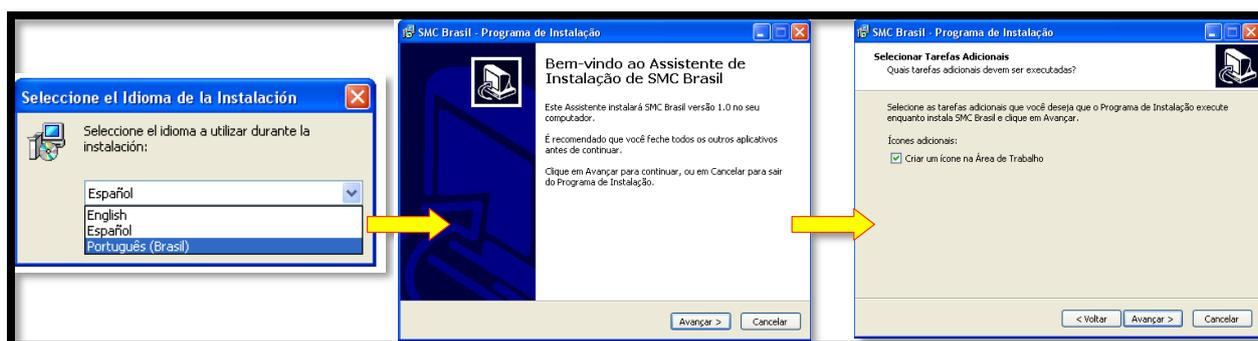
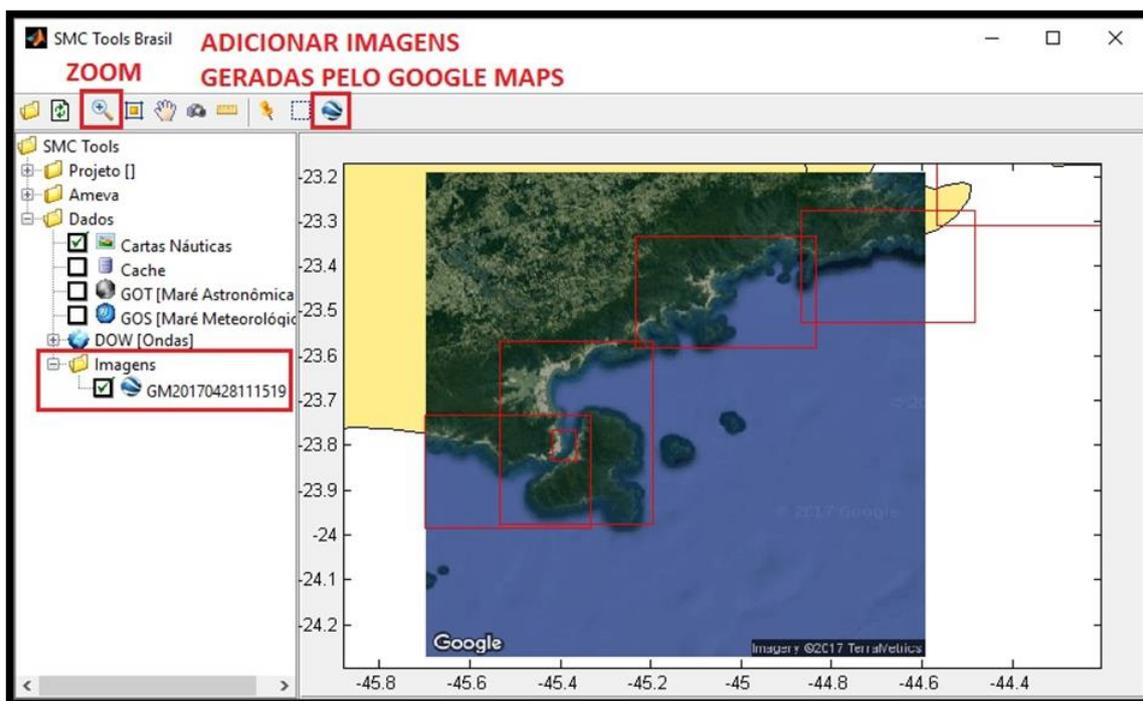

Figura 5 – Seguir as indicações para a instalação.
Figura 3 – Manejo das ferramentas: *Zoom* e *Imagens*. Subpasta *Imagens*.
A seguir aparece uma janela para selecionar o idioma e se iniciará o processo de instalação (Figura 5). Seguir as indicações que aparecem (ir clicando em “Avançar”. Em determinado momento marcar a opção “Criar um ícone na área de trabalho”). Clicar em avançar até que termine a instalação.
- 5) Selecionar o botão “Zoom” (Figura 3) e com o botão esquerdo do *mouse* (ao pressionar o botão sem soltar), marca-se o litoral norte do estado de São Paulo (entre latitudes 23 e 25° e longitudes 44 e 46°). Permitindo assim aproximar-se da área de interesse. Para desfazer o *zoom*, clicar no ícone (). Para mover o mapa, clicar no ícone ();
- 6) Uma vez posicionado perto da área de interesse, pode-se acrescentar imagens do *Google Maps*, com o botão () (Adicionar Imagem do *Google Maps*) da barra de menu. Pressionando o botão e com ajuda do *mouse* delimitar a zona de interesse, incluindo desta maneira automaticamente as imagens na interface gráfica (Figura 3). Ao aumentar o *zoom* pode-se, novamente com a ajuda do botão "Adicionar Imagem do *Google Maps*", redefinir as imagens finais da área de estudo, obtendo imagens de melhor qualidade visual (Figura 4). Na subpasta "Imagens", dentro das opções da pasta "Dados", estarão disponíveis as imagens que foram carregadas⁴;
- 7) Para definir a área de trabalho da zona selecionada (ver coordenadas da Figura 3), utiliza-se o botão () "Selecionar Região" (cria-se um quadrado que selecionará a área de trabalho clicando com o cursor no limite superior esquerdo da zona de interesse e arrastando-o até o limite inferior direito). **IMPORTANTE: Deve-se limitar a região de trabalho de forma suficientemente próxima à área de estudo e suficientemente ampla para permitir a propagação das ondas provenientes de todas as direções existentes e desde zonas de águas profundas.** A seguir se observa que a área de trabalho (área selecionada) está delimitada por um quadro de cor amarela (Figura 5). Em caso de aparecer uma nova janela solicitando para selecionar a área UTM, aceitar a sugestão;